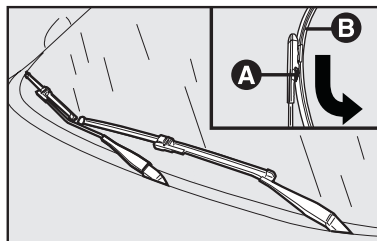

fig. 23
Sustitución de las escobillas del limpiaparabrisas - fig. 23
- 2) Presione la traba **A**-fig. 23 y quite la escobilla **B**-fig. 23 y empújela la hacia abajo soltándola del brazo.